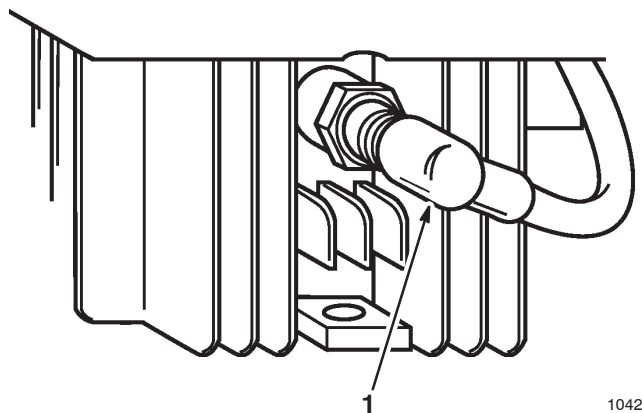

Figure 65
2. Rebrancher le fil de bougie (s'il a été débranché) (Fig. 65).